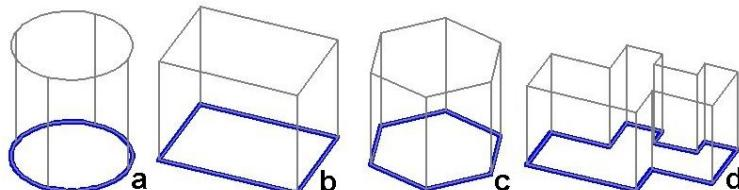
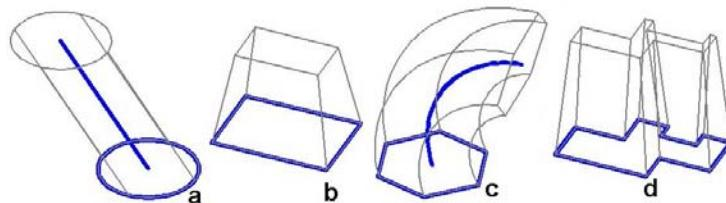

Figura 1.1.88
Figura 1.1.89
- prin dispunerea, pe o înălțime specificată (**height of extrusion**), a unui contur închis pe o direcție (**Direction**) perpendiculară pe planul conturului, figura 1.1.88 a, b, c, d, figura 1.1.89 b, d; conturul este evidențiat cu linie groasă;
- prin dispunerea unui contur închis pe o traectorie (**path**) specificată - lineară sau curbilinie, figura 1.1.89 a, c; conturul și traectoria sunt evidențiate cu linie groasă; ca și traectorie pot fi utilizate: linii, arcuri circulare și eliptice, polylinii, curbe spline, cercuri, elipse, muchii de solide și suprafețe; conturul și traectoria trebuie să fie în plane diferite.
O extrudare se poate realiza și cu realizarea unei conicități impuse unghiular (**Taper Angle**), figura 1.1.89 b, d. Unghiuri pozitive generează conicitatea spre